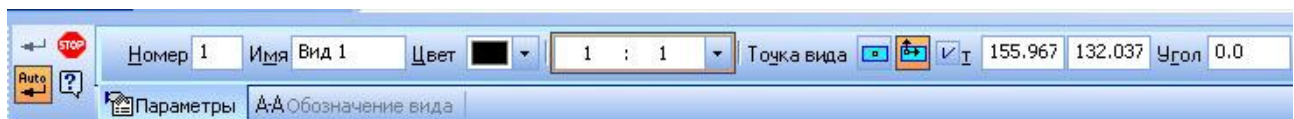

Рис. 1.4. Панель властивостей при створенні виду
- виберіть команду падаючого меню «вставка/вид». З'явиться панель властивостей для створення виду (рис.1.4);